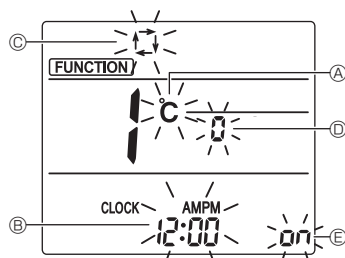

Fig. 6-10
3. Compruebe que se muestra la función N.º "1", y luego pulse el botón **SET** ③. Se visualizará la pantalla de configuración de la visualización. (Fig. 6-10)